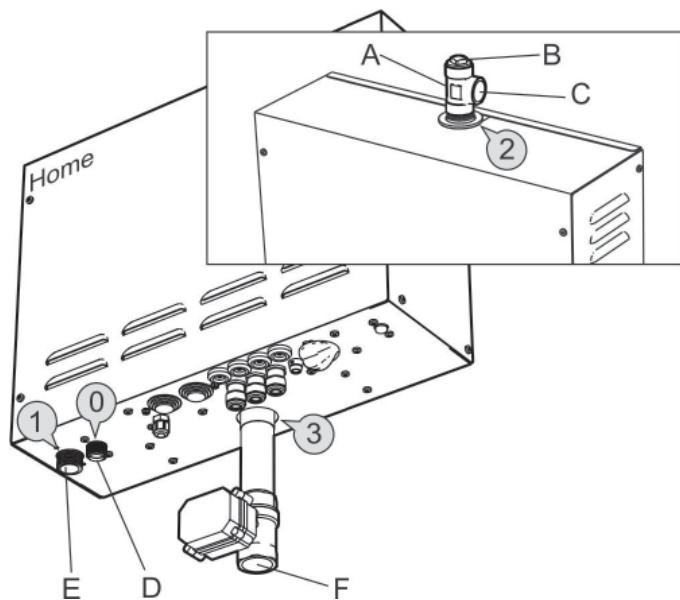

Рис. 6 Парогенератор типа Home
Подключите холодную воду к соединению 1 (Рис. 6,7) на парогенераторе. Давление поступающей воды должно находиться в диапазоне от 0,2 до 10 бар (от 20 кПа до 1000 кПа).
Установите соединитель контргайкой сверху на выходной паровой канал 2 (Рис. 6,7) на парогенераторе. Подсоедините медную трубу, внутренний диаметр которой составляет по меньшей мере 18 мм, к выходному паровому каналу (C) соединителя. Паропровод может иметь нисходящий уклон по направлению к паровой либо по направлению к парогенератору. Также возможен вариант установки паропровода с нисходящим уклоном как по направлению к паровой, так и по направлению к парогенератору.
Для отвода воды необходимо подсоединить медную трубу хорошего качества с внутренним диаметром по меньшей мере 25 мм к патрубку 3 (Рис. 6, 7) парогенератора. Водоотводная труба парогенератора проводится к ближайшему водоотводу за пределами паровой. Температура отводимой воды составляет приблизительно 80-85°C.
Водоотводящая труба, подсоединененная к предохранительному клапану D (0) (Рис. 6 и 7), должна устанавливаться под непрерывно нисходящим уклоном в безморозной среде.